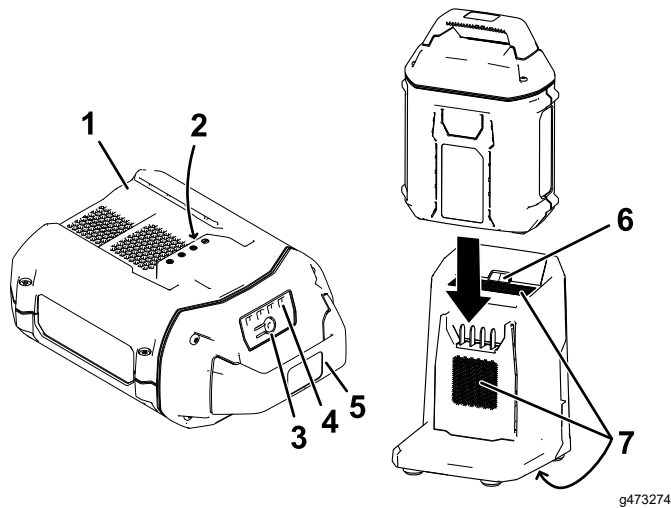

Figure 19
- 2. Placez le creux de la batterie (Figure 19) devant la languette du chargeur.
- 3. Glissez la batterie dans le chargeur jusqu'à ce qu'elle soit complètement enclenchée (Figure 19).